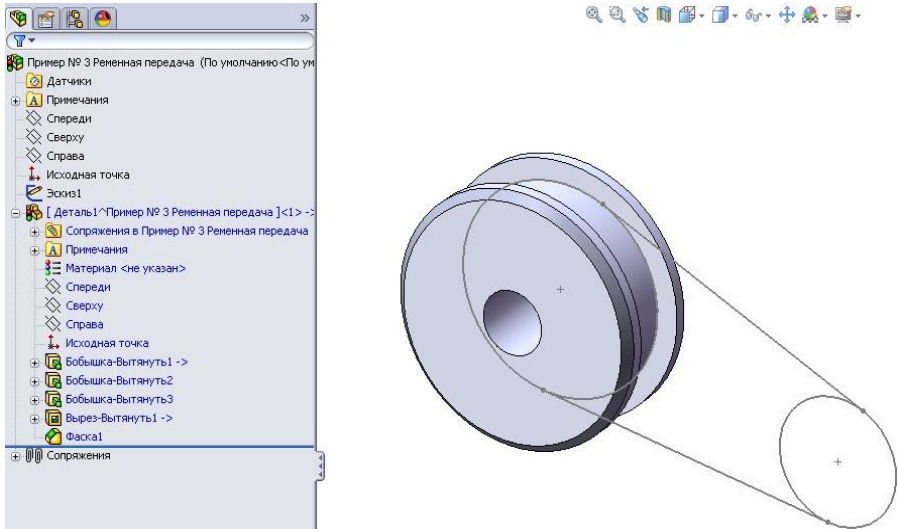

Рисунок 11.72 - Створені фаски на краях шківів
9. На краях шківа зробимо фаски розміром  $2 \times 45^\circ$  (рис. 11.72).